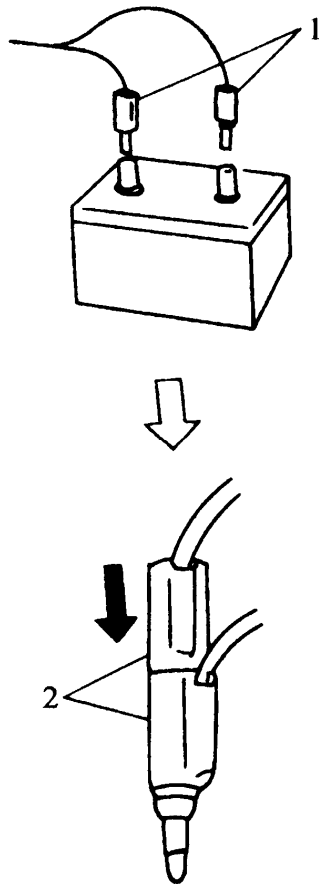

图 10-36 引爆安全气囊
(7) 确认气囊引爆周围无人，无易燃物质。
(8) 将安全气囊模块与引爆线束连接器连接，并锁死连接器的锁紧卡子。连接驾驶员安全气囊模块时要使用适配器（09932-78010）。
(9) 分开引爆线束的两个香蕉形插头，将两插头接到电源上，即可引爆安全气囊，见图 10-36。